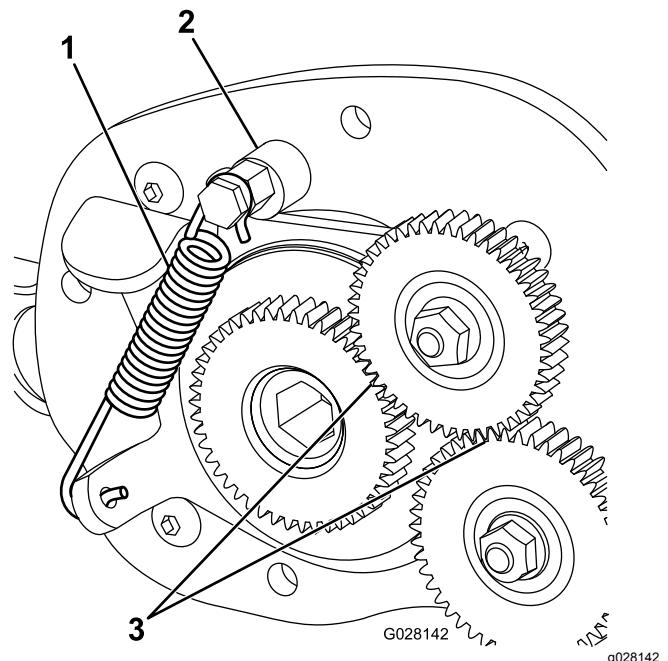

Bild 12
15. Bringen Sie die Spannscheibenfeder an (Bild 12).
16. Prüfen Sie bei aktiviertem Riemenscheiben-zahnrad mit einer Fühlerlehre, ob zwischen dem Antrieb und dem starren Riemenscheiben-zahnrad ein Abstand von 0,38 mm bis 0,45 mm besteht (Bild 12).